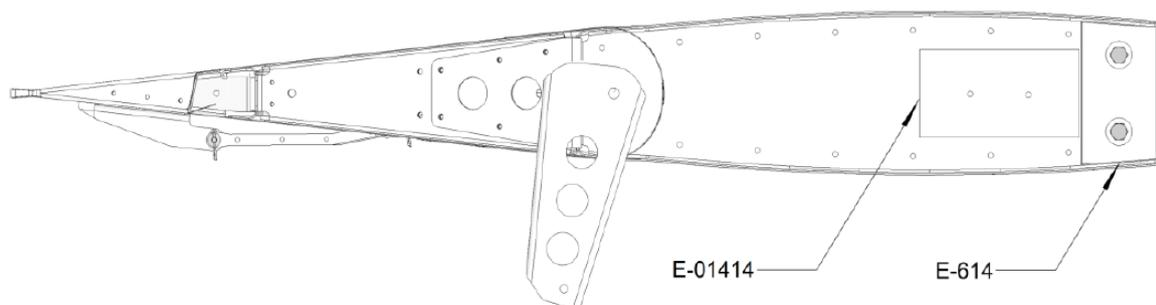

FIGURA 13: POSICIONAMENTO DO E-1414
Passo 15: Aguarde a cura do selante de tanque de combustível e, em seguida, feche o bordo de ataque instalando quarenta e oito (48) rebites AD-41-ABS para reconectar a superfície superior à inferior. Consulte a Seção 9 do KAI.
Passo 16: Posicione o contrapeso E-01414 imediatamente atrás do contrapeso E-614 no lado direito (interno) da ponta do profundor esquerdo. Consulte a Figura 13.